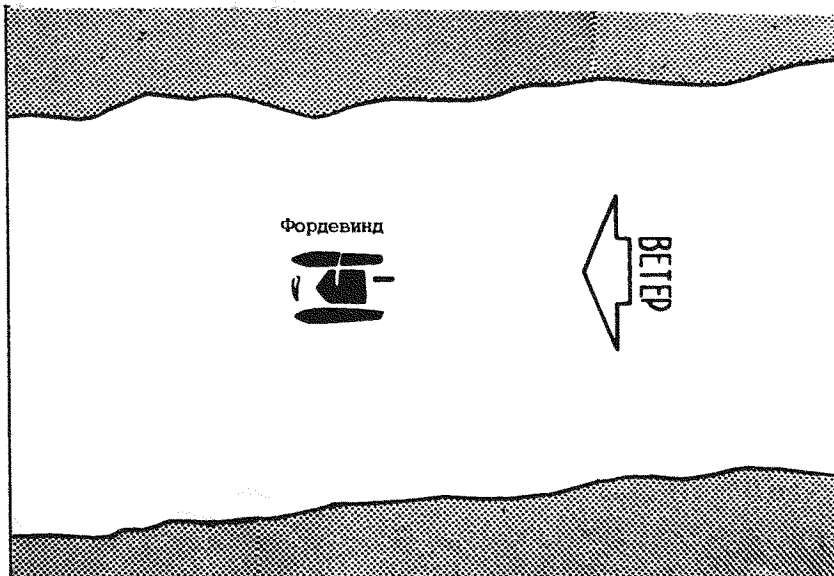

Рис. 13. Плавание полными курсами
2.2.2. Плавание полными курсами (рис. 13)